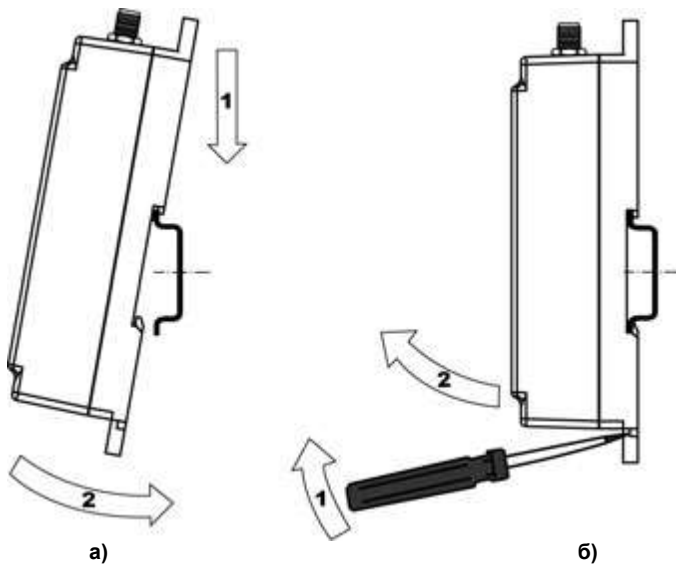

Рисунок 6.1 – Монтаж контроллера с креплением на DIN-рейку
- 3 Контроллер с усилием прижимается к DIN-рейке в направлении, показанном стрелкой 2, до фиксации защёлки (рисунок 6.1, а);
- 4 Для съема контроллера с DIN-рейки в проушину защёлки вставляется острое отвертки (см. рисунок 6.1, б), и защёлка отжимается по стрелке 1, после чего контроллер отводится от DIN-рейки по стрелке 2.